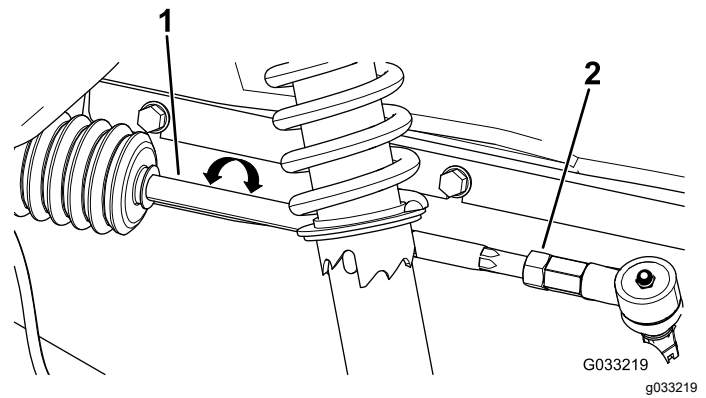

Figura 115
- Afloje las contratuercas del extremo exterior de las bielas (Figura 115).